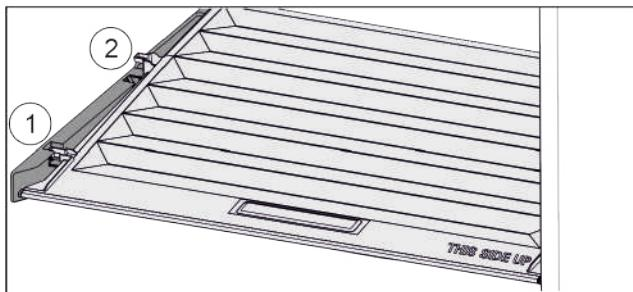

Fig. 27
- Кришку до отвору в деталях для підтримки потягнути вперед Fig. 27 (1).
- Підняти ззаду знізу та вийняти Fig. 27 (2) вгору.